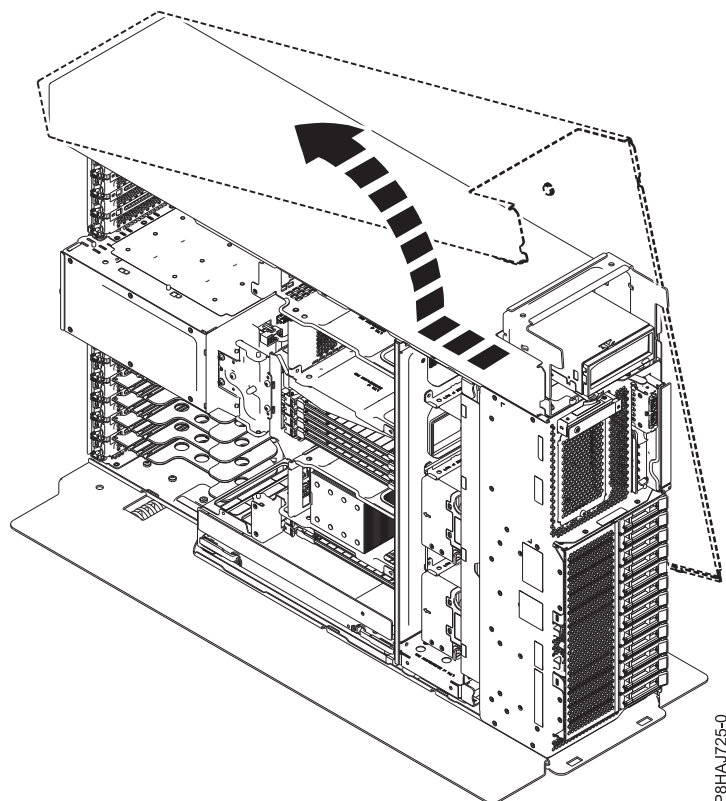

図 13. 8286-41A のサイド・カバーの取り外し
5. サイド・カバーを、図 13 に示されている方向へスライドさせて、システムから外します。